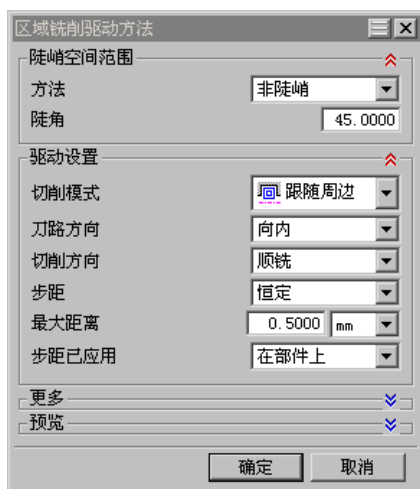

图 3.15 “区域铣削驱动方法”对话框
Step2. 在“区域铣削驱动方法”对话框中设置图 3.15 所示的参数, 然后单击 **确定** 按钮, 系统返回到“轮廓区域”对话框。